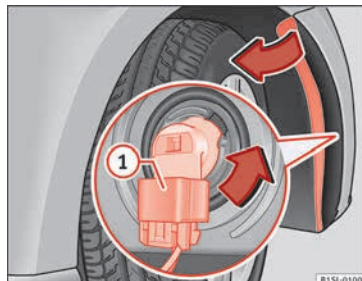

Abb. 87 Glühlampe im Scheinwerfer auswechseln.
4. Anschlussstecker » Abb. 87 **1** entriegeln und abziehen.
5. Lampenhalter » Abb. 87 in Pfeilrichtung bis zum Anschlag **entgegen dem Uhrzeigersinn** drehen und mit der Glühlampe nach hinten herausziehen.